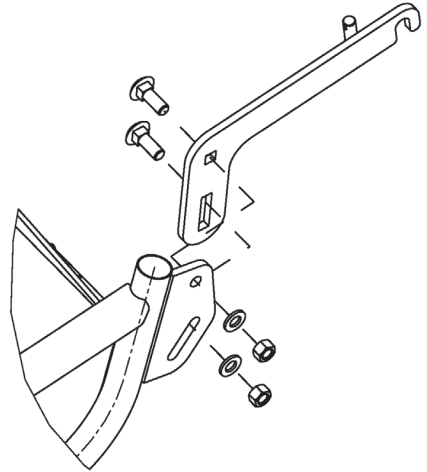

Abb. 2
Befestigen Sie die Scharniere (12,13) von der Innenseite des Mulchers aus mit Schrauben (37), der Stift des Scharniers befindet sich auf der Innenseite (Abb. 2).